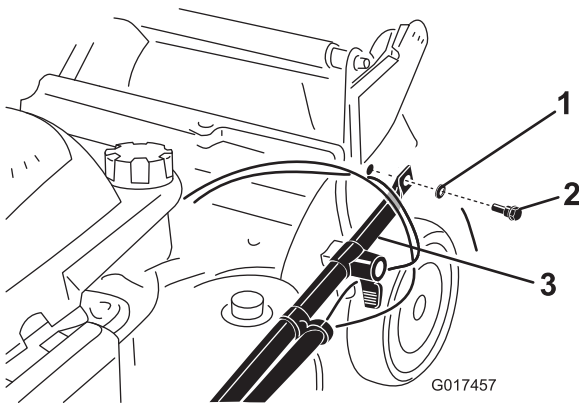

Figure 4
2. Fixez les extrémités du guidon au carter de la machine avec 2 rondelles et 2 boulons (Figure 4), **mais ne serrez pas les boulons.**
Important: Acheminez les câbles à l'extérieur du guidon (Figure 4).